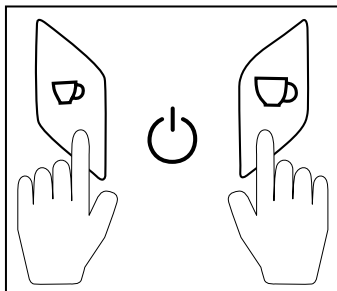

Fig. 1
- Appuyez une fois sur la touche Espresso ☞ ② et sur la touche Lungo ☞ ④ en même temps (voir fig. 1). Les touches s'éteignent et l'appareil s'éteint.